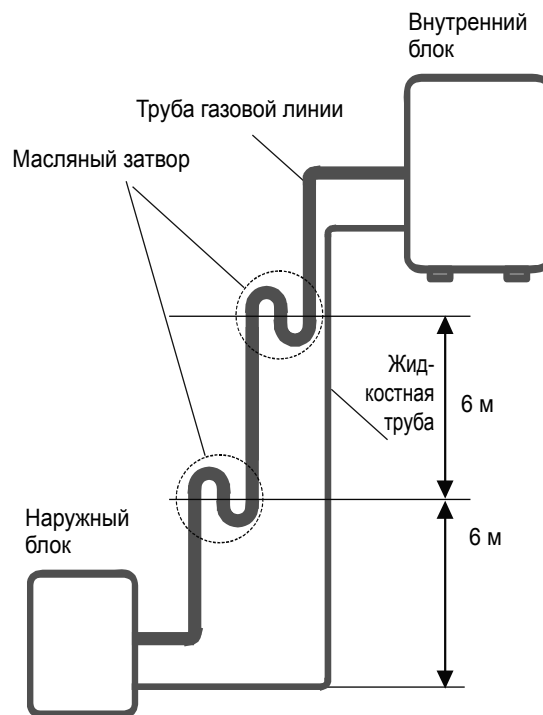

Рис. 7.3
– Рекомендуется не увеличивать размеры стояков на стороне всасывания. Должен обеспечиваться соответствующий возврат масла в компрессор с необходимой скоростью газа на стороне всасывания. Если скорость упадет ниже 7,62 м/с, возврат масла уменьшится. Масляные затворы следует устанавливать через каждые 6 м стояка газовой линии на стороне всасывания (см. рис. 7.3).